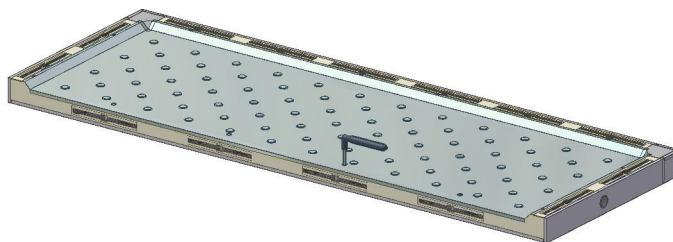

Abb. 2
- Erstens stellen Sie die **Bodenplatte** (Abb. 2);